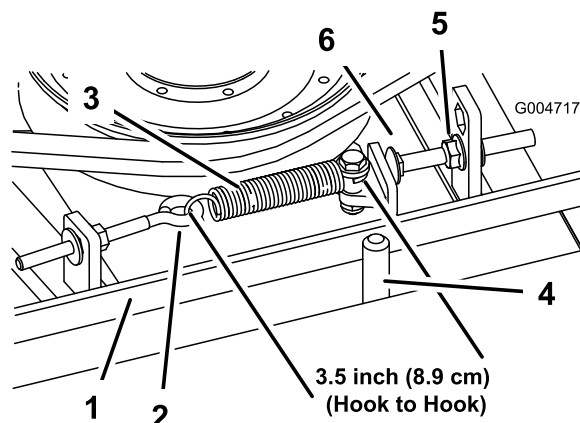

Bild 65
Haken) innen ungefähr $8,9 \text{ cm} \pm 6 \text{ mm}$ betragen. Wenn die Federspannung richtig ist, stellen Sie die Anschlagschraube (Schlossschraube) ein, bis der Abstand zwischen dem Schraubenkopf und dem Spannung ungefähr $3 + 1,5/0,0 \text{ mm}$ beträgt (Bild 65).
Hinweis: Achten Sie darauf, dass der Riemen auf der Federseite der Riemenführung positioniert ist (Bild 65).
2. Lösen Sie den Augenbolzen, um die Verlängerungsfeder abzunehmen (Bild 65).
3. Lösen Sie die Bundmutter, mit der die Anschlagschraube an der Befestigungslasche befestigt ist. Schieben Sie die Mutter so weit zurück, dass der Spannarm an der Anschlagschraube vorbeigeführt werden kann (Bild 65). Bewegen Sie die Spannscheibe vom Riemen weg, um diesen zu entspannen.
8. Setzen Sie die Verlängerungsfeder (Bild 65) wieder in den Augenbolzen ein und spannen Sie den Riemen wie folgt: